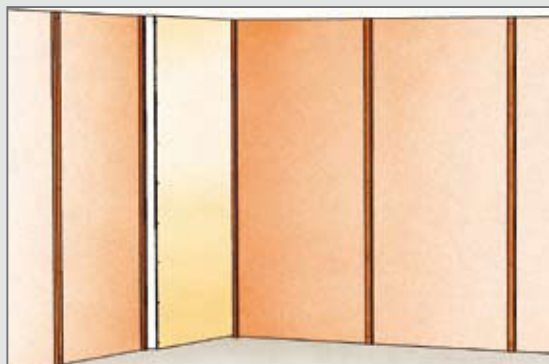

Fig. 12 - Pose des complexes Polyplac Cloison sur tasseaux verticaux
- sur des tasseaux verticaux tous les 1,20 m (Fig. 12),